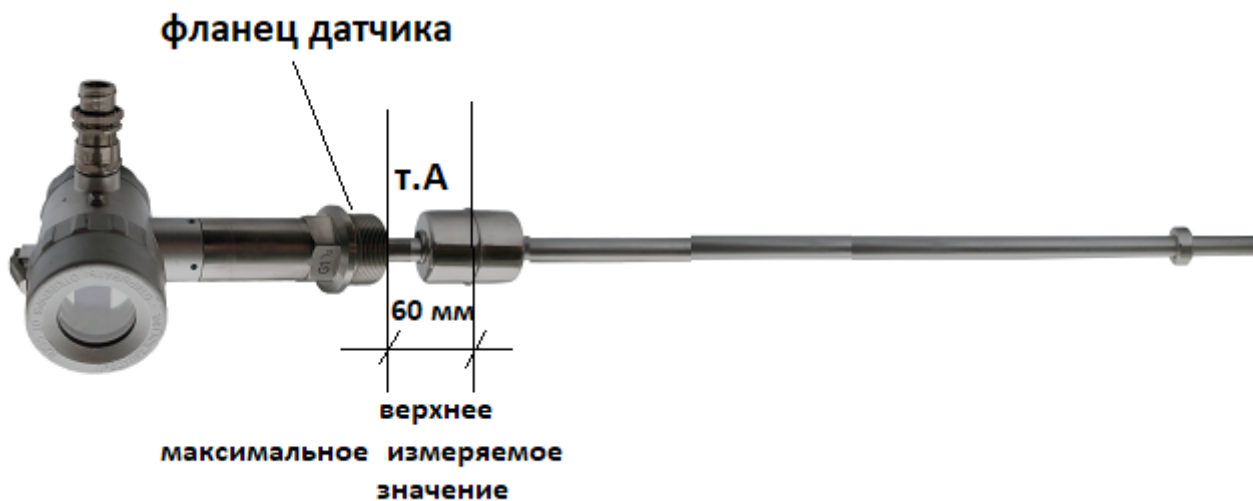

Рисунок 20 - Верхнее положение поплавка
1.7.3.2 Установить поплавок в начало датчика на расстояние 60мм от фланца (рисунок 20).
- 1.7.5.1 Установить поплавок в начало датчика на расстояние 60мм от фланца (Рисунок 20).